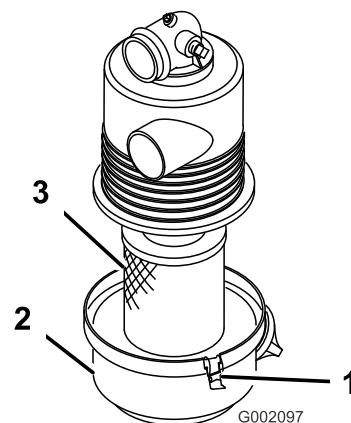

Figura 13
1. Verifique se existe algum dano no corpo do filtro de ar que possa provocar uma fuga de ar. Certifique-se de que a cobertura do filtro de ar se encontra corretamente colocada no respetivo corpo (Figura 13).
2. Liberte os trincos que fixam a cobertura do filtro de ar à respetiva caixa (Figura 13).
3. Separe a cobertura do filtro de ar da caixa e limpe o interior da cobertura (Figura 13).
3. Insira o elemento do filtro de ar na caixa do filtro (Figura 13).
4. Alinhe a cobertura do filtro do ar com a caixa (Figura 13).
5. Prenda a cobertura à caixa com as patilhas (Figura 13).